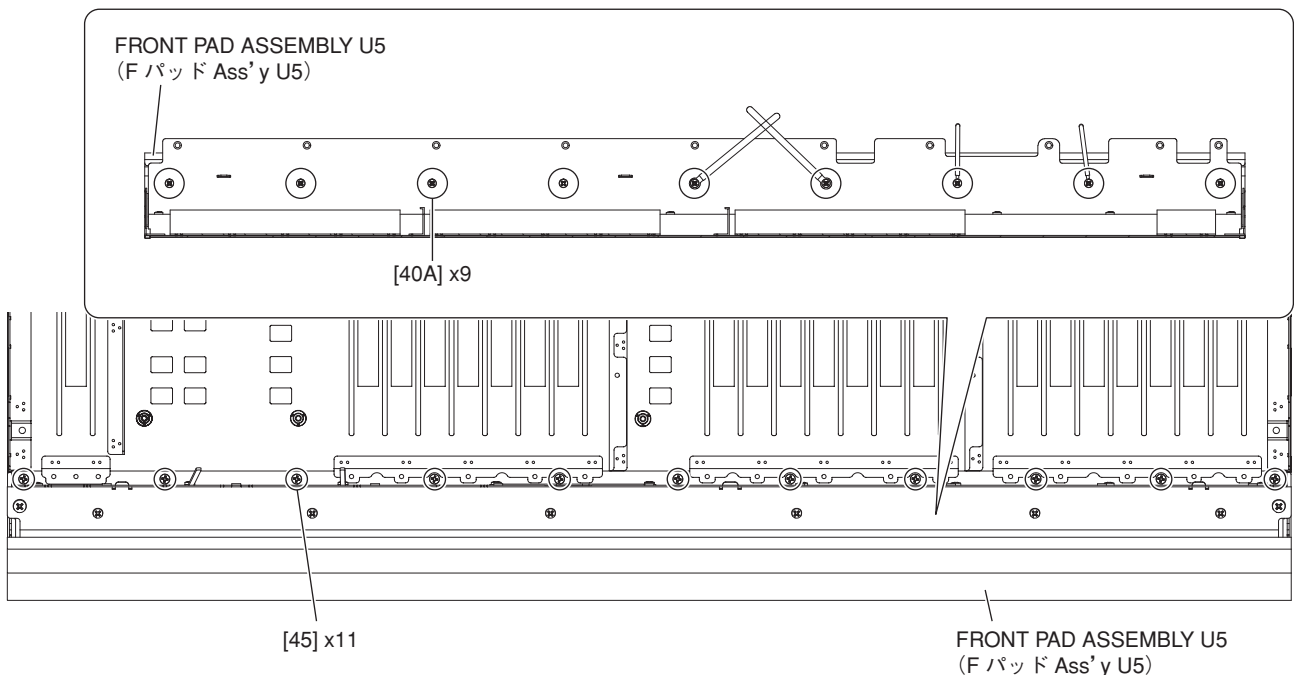

Fig. 12 (図 12)
- B-15-4. Remove the eleven (11) screws marked [45] and the nine (9) screws marked [40A]. The front pad assembly U5 can then be removed. (Fig. 12)
- B-15-4. [45] のネジ 11 本と [40A] のネジ 9 本外して、Fパッド Ass'y U5 を外します。(図 12)